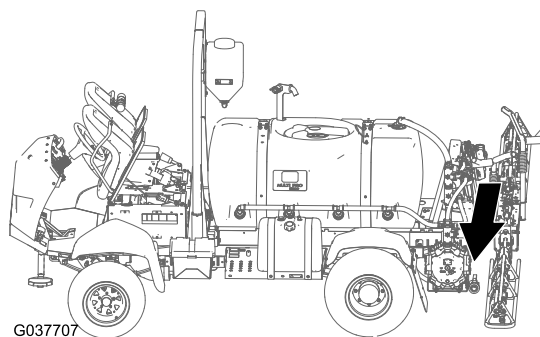
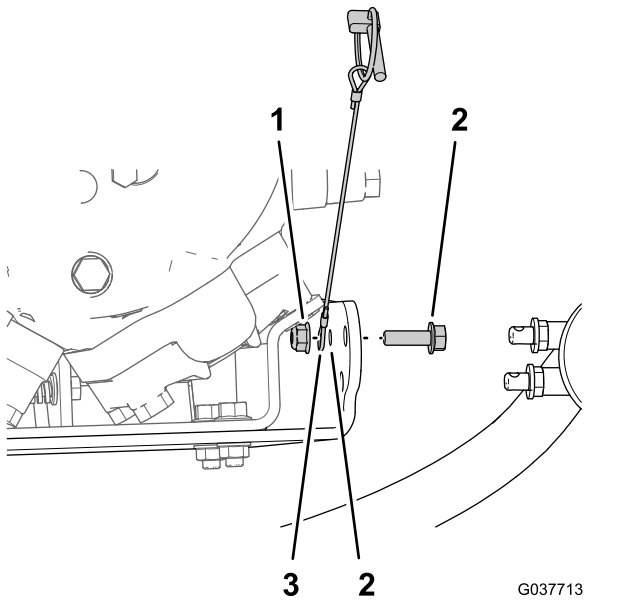

Figure 80
Figure 81
- Fixez le câble de la goupille à anneau, le boulon à embase (5/16 x 1 po) et le contre-écrou à embase (5/16 po) que vous avez retirés à l'opération 4 de Préparation de la machine (page 5) dans le trou de 8 mm dans le coin extérieur arrière du support de la pompe de pulvérisation (Figure 80 et Figure 81).